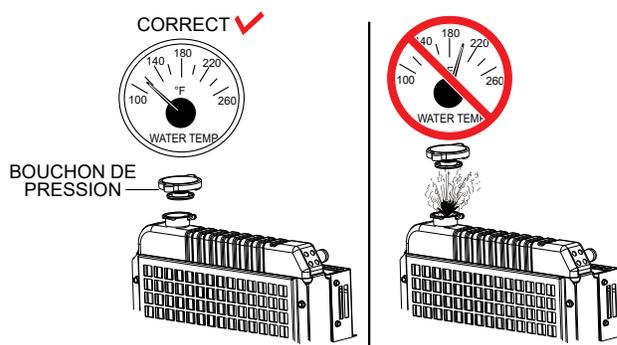

Figure 32. Dépose du bouchon de pression du radiateur
1. Retirez le bouchon de pression du radiateur (Figure 32) uniquement si la température du liquide de refroidissement est inférieure à 120 °F (50 °C).